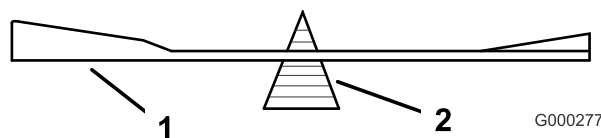

Figura 28
2. Controllate l'equilibrio della lama posizionandola su un bilanciatore (Figura 28).